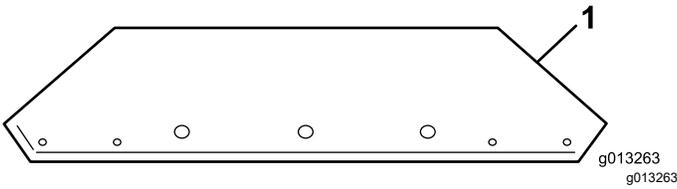
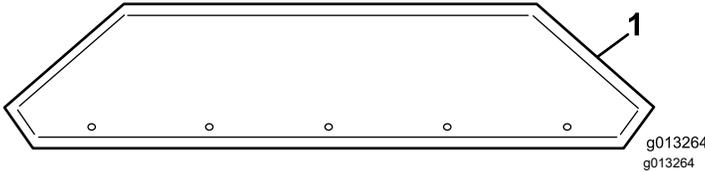

图 13
图 14
1. 将料斗延长组件从盒子中卸下、并确定前部和后部 图 13和 图 14。